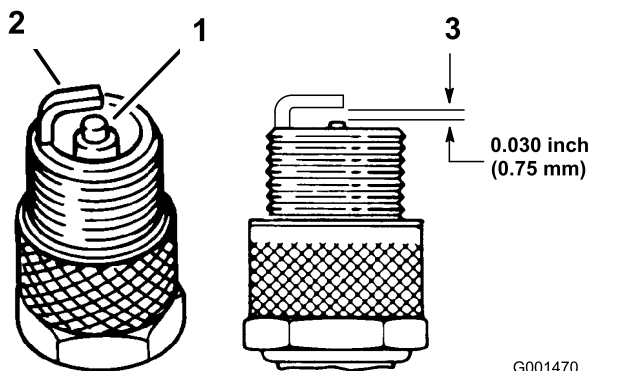

Рисунок 24
1. Осмотрите середину каждой свечи зажигания (Рисунок 24). Если на изоляторе замечен светло-коричневый или серый налет, то двигатель работает должным образом. Черный налет на изоляторе обычно означает, что загрязнен воздухоочиститель.
2. Проверьте зазор между центральным и боковым электродами (Рисунок 24). Если зазор неправильный, отогните боковой электрод (Рисунок 24).
3. Присоедините провода к свечам зажигания (Рисунок 24).